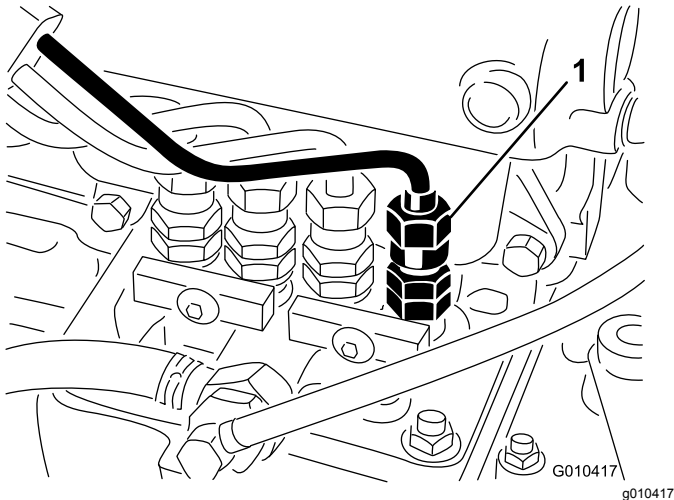

Figura 34
1. Allentate l'attacco del tubo con l'assieme del supporto e dell'ugello dell'iniettore n. 1 sulla pompa di iniezione (**Figura 34**).